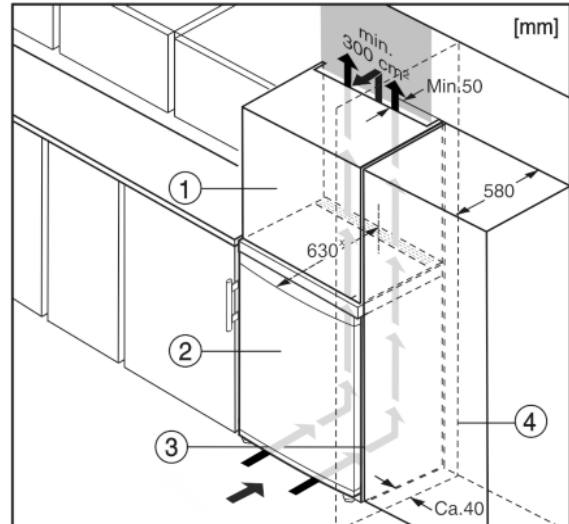

Fig. 5
- (1) Élément haut
- (2) Appareil
- (3) Placard de cuisine
- (4) Mur
L'appareil peut être entouré de meubles de cuisine. Pour adapter l'appareil Fig. 5 (2) à la hauteur des placards de la cuisine intégrée, on peut placer un élément haut Fig. 5 (1) au-dessus de l'appareil.
Lors de la transformation avec des placards de cuisine (profondeur max. 580 mm), l'appareil peut être placé directement à côté du placard de cuisine Fig. 5 (3). L'appareil dépasse latéralement de 34 mm^x et de 50 mm^x au centre de l'appareil par rapport à la face avant du placard de cuisine.
Si l'appareil est installé avec les charnières à côté d'un mur Fig. 5 (4), la distance entre l'appareil et le mur doit être de 40 mm min. Ceci correspond à la saillie de la poignée lorsque la porte est ouverte.